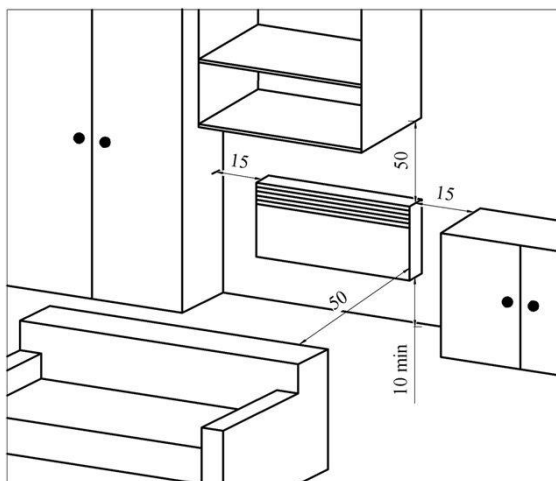

Рис. 2
5.7 Размещение конвектора на опорах в помещении аналогично (см. рис.2), при этом расстояние от задней стенки конвектора до предметов (мебель, шторы и т.п.) должно быть не менее 15 см.